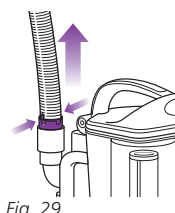

Fig. 29
- Desconecte la manguera extensible de la parte de atrás de la aspiradora compacta presionando las pestañas entre sí y tirando hacia arriba. (Fig. 29) Extienda la manguera y mire su interior para ver si está tapada.